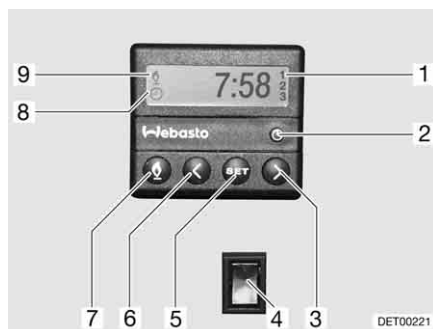

Fig. 90 Centralina di controllo per riscaldamento fisso
- Premere il tasto (Fig. 90,7). Il funzionamento del riscaldamento viene indicato con il simbolo (Fig. 90,9). La ventola viene inserita solo quando la temperatura dell'acqua di raffreddamento è pari a 30 °C.
- Premere il tasto (Fig. 90,7). Il simbolo (Fig. 90,9) si spegne.
- Premere l'interruttore (Fig. 90,4) in basso. Il motore viene preriscaldato. La ventola viene inserita immediatamente.
- Premere l'interruttore (Fig. 90,4) in alto. Il motore rimane freddo.
- Premere il tasto (Fig. 90,2). L'impostazione dell'ora viene indicata con il simbolo (Fig. 90,8).
- Impostare l'ora con i tasti (Fig. 90,3 e 6).
- Premere il tasto (Fig. 90,5).
- Impostare l'orario di accensione con i tasti (Fig. 90,3 e 6) entro 10 secondi.
- Premere il tasto (Fig. 90,5) fino a che nel display (Fig. 90,1) non appare il numero di programmazione desiderato.